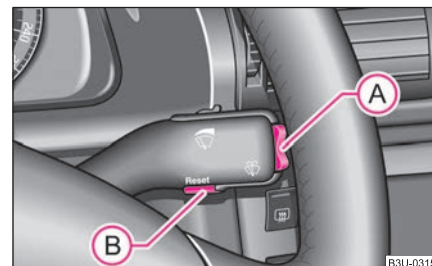

Abb. 11 Informationsdisplay: Bedienungselemente
- Das Menü aktivieren Sie durch Drücken der Wipptaste (A) ⇒ Abb. 11 länger als 1 Sekunde.
- Mit der Wipptaste (A) können Sie unter den Menüs wählen. Nach kurzem Drücken der Taste (B) oder nach dem Loslassen der Wipptaste (A) (nach ca. 4 Sekunden) wird die gewählte Information angezeigt.
Nach 10 Sekunden oder nach Betätigen der Wipptaste (A) ⇒ Seite 19, Abb. 11 werden die Störungsmeldungen ausgeblendet und unter die Angabe **CAR STATUS (FZG.-STATUS)** abgelegt.